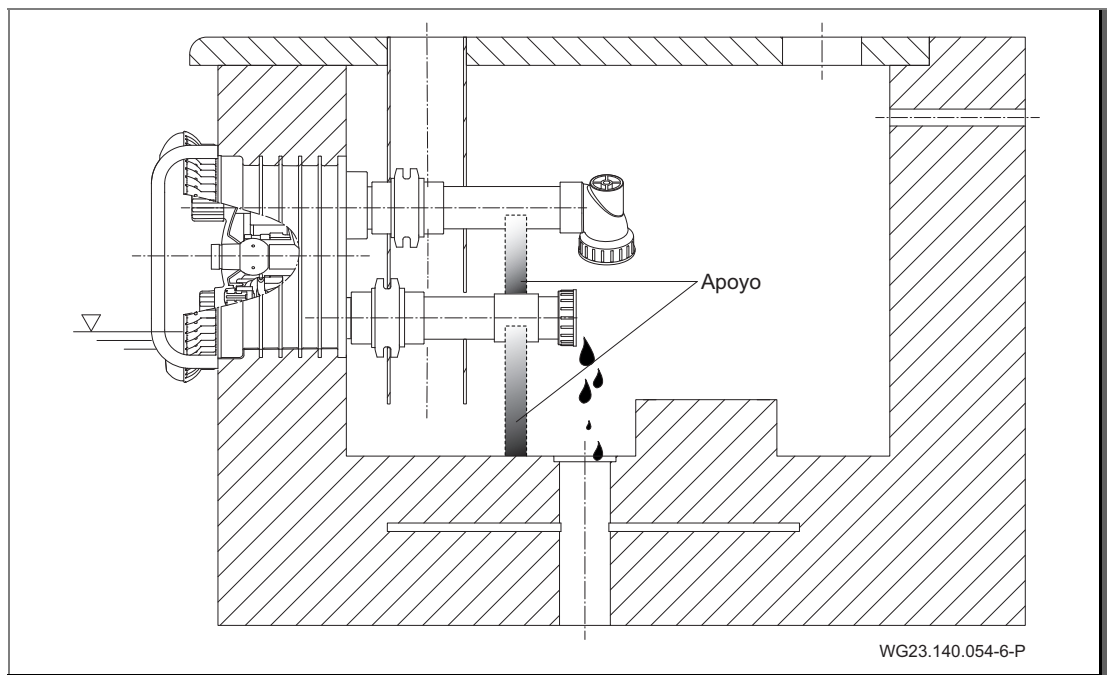

Fig. 27
3. Descargar la tubería de aspiración e impulsión por medio de apoyos. Ver "Fig. 27".